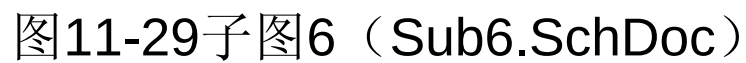

图11-29子图6 (Sub6.SchDoc)
(1) 如果用自下而上的方法，放置完电路输入输出的端口的电路如图11-29所示。